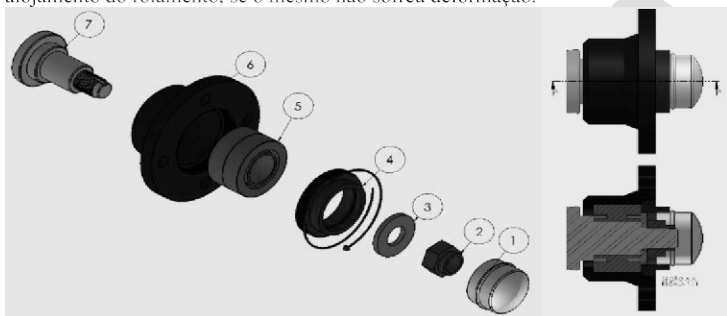

Figura 2.4(vista detalhada do cubo)
2º- Caso haja troca de componentes é necessário fixar a peça 6(cubo) em uma morsa e retirar a parte frontal do cubo (item 4, figura 2.4) com um grifo de modo a desroscar.